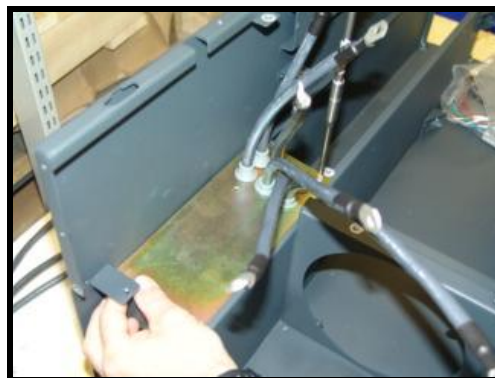

Figura 7.4.24
- 8) Retirar los tornillos que fijan las bobinas dv/dt al chasis por la parte superior (ver figura 7.4.24).
- 2) Fijamos la pletina superior de las bobinas dv/dt con sus 4 tornillos (**M4x8** DIN-7895H) al chasis del variador. Ver figura 7.4.24